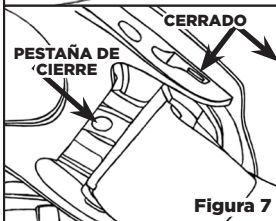

Figura 7
- 9 Inspeccione visualmente la pestaña de cierre para ver si ha cerrado en su lugar. [Ver Figura 7]